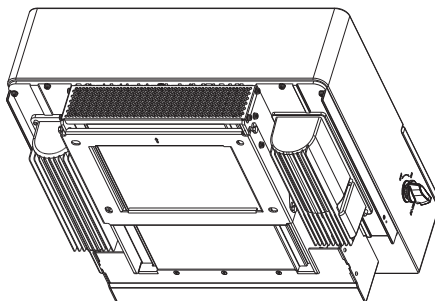

Figura 4.4 Staffa di montaggio a parete
2. Sollevare l'inverter (facendo attenzione a non sforzare il corpo) e allineare la staffa posteriore dell'inverter con la sezione convessa della staffa di montaggio. Appendere l'inverter alla staffa di montaggio e accertarsi che sia ben saldo (vedere Figura 4.4).